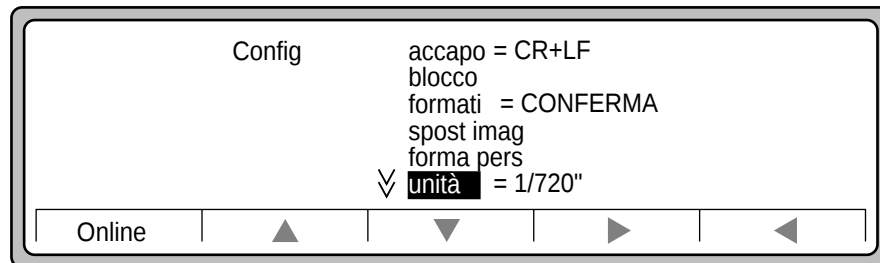

Figura 3-18 Opzioni di Config
8. Premere ► per passare alle opzioni di Config (Figura 3-18).
9. Premere ▼ per selezionare le unità (Figura 3-18).